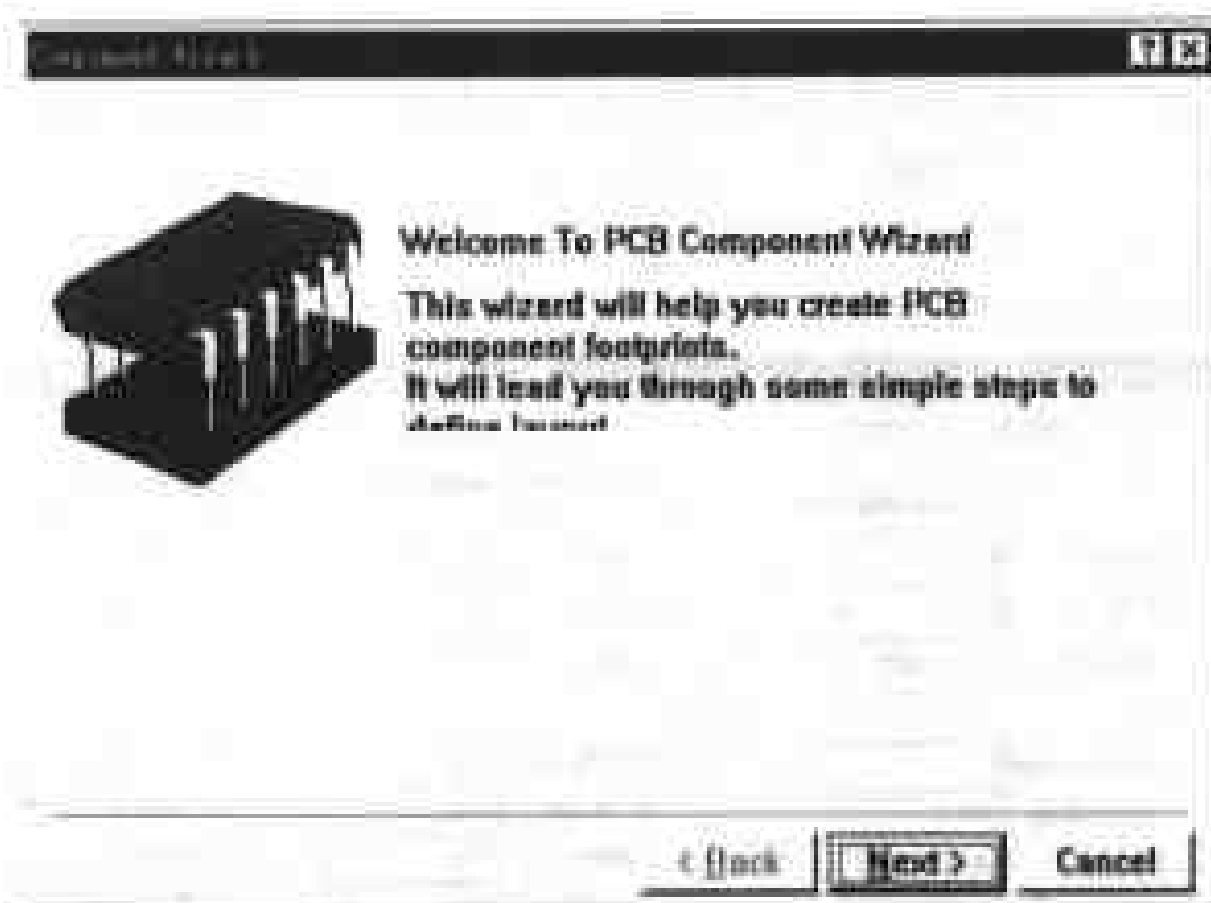
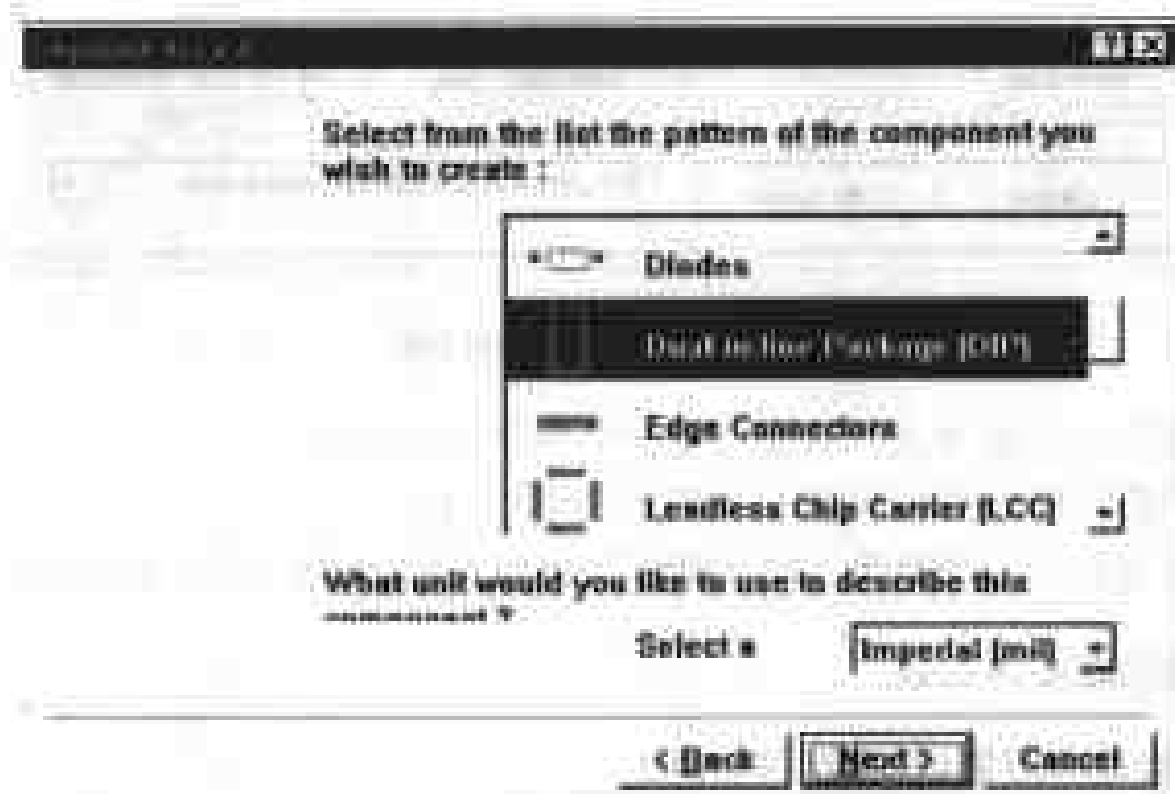

图 7-32 零件封装向导界面
图 7-33 选择零件封装形式
(1) 启动零件封装向导。首先进入零件封装编辑器中,再选择主菜单的菜单项 Tools\New Component,即可启动零件封装向导,如图7-32所示。也可以用快捷键启动,即按键 T、C。
(2) 单击图7-32中的“Next”按钮,系统弹出如图7-33对话框,选择零件封装形式。
在图 7-33 的文本框中列出了这 11 种零件的外形，我们可以从中选择需要的一种形式。这些形式是 Ball Grid Array (BGA) (格点阵列式)、Capacitors (电容式)、Diodes (二极管式)、Dual in-line Package (DIP) (双列直插式)、Edge Connectors (边连接式)、Leadless Chip Carrier (LCC) (无引线芯片载体式)、Pin Grid Arrays (PGA) (引脚栅格阵列式)、Quad Packs (QUAD) (四芯包装式)、Resistors (电阻式)、Small Outline Package (SOP) (小外形包装式)、Staggered Pin Grid Array (SPGA) (开关门阵列式)。